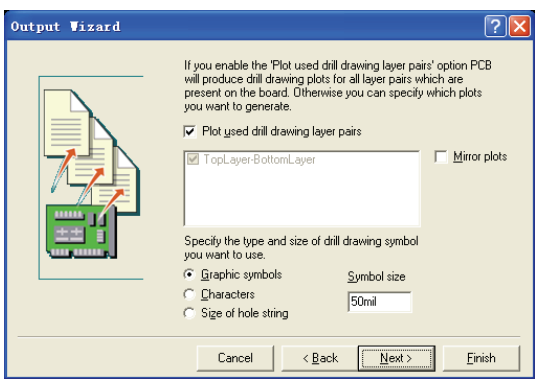

图 6-120 是否选择层对
7) 单击“Next”按钮后，系统将弹出如图 6-120 所示的是否选择层对对话框，指定是否选择层对，并指定钻孔图形符号的类型和尺寸。